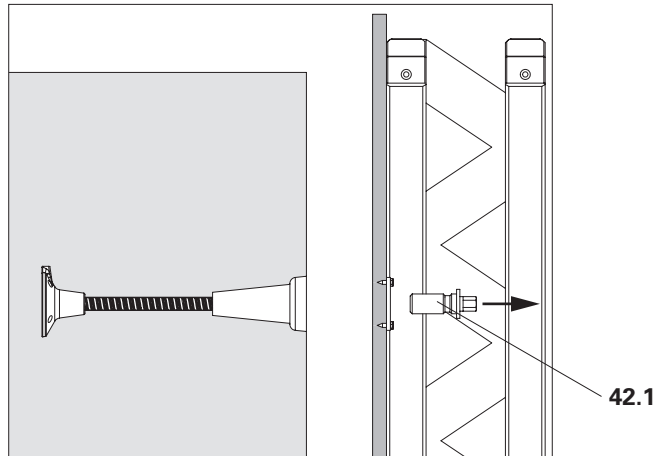

Fig. D3.01
1. Rilasciare e rimuovere le vite di predisposizione M30 (**42.1**). (Fig. D3.01)